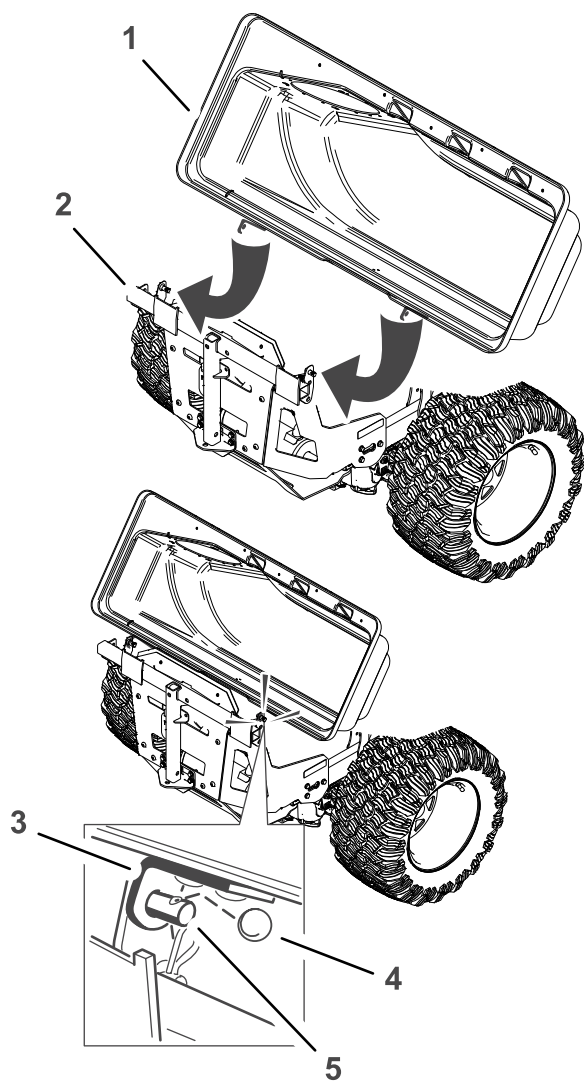

Figura 20
2. Fate scorrere le staffe sui montanti nel telaio del sistema di raccolta e montate la coppiglia circolare nel foro nel montante di destra (Figura 20).